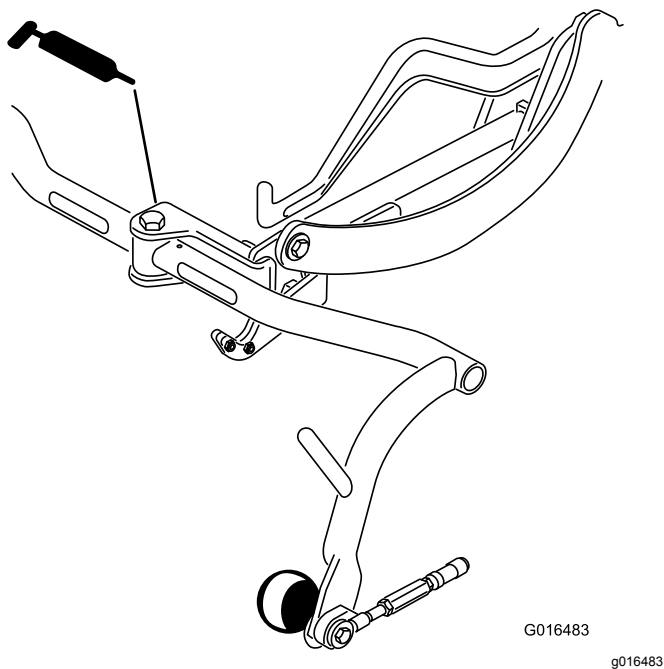

Figure 37
- Pivot de bâti porteur (3) (Figure 37)